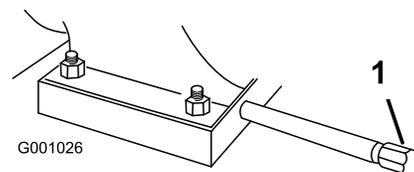

Figura 52
1. Pulite l'area intorno al tappo di spurgo dell'olio (Figura 52).